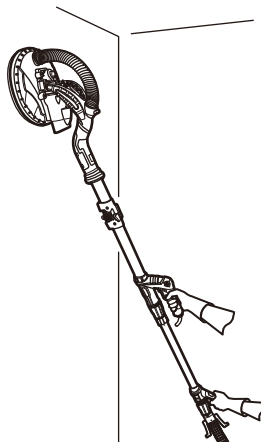

Fig. 14
- > Cuando el tubo de extensión (11) esté montado, sujete la herramienta con una mano en la empuñadura principal (5) y con la otra mano en la empuñadura trasera (11a) (Fig. 14).